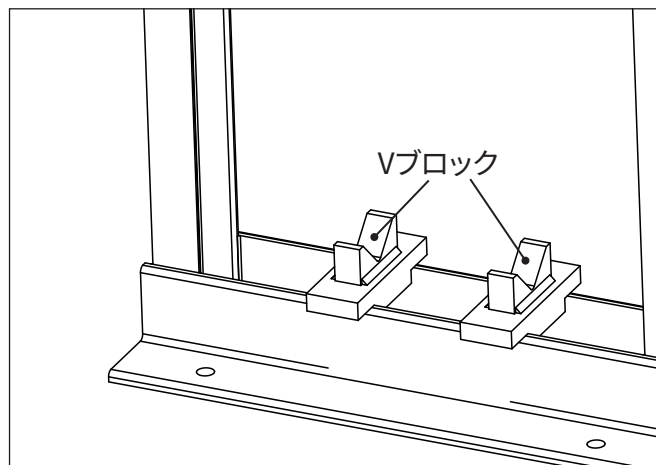

図10: Enerpac Vブロック (オプション付属部品)
Enerpac Vブロック (モデルVB-10) は、オプション付属部品としてご利用いただけます。パイプやバーの位置決めに使用することができます。図10を参照してください。
■ オプションの付属部品 (図10を参照)。各キットには2個のVブロックを同梱。必要に応じて発注してください。